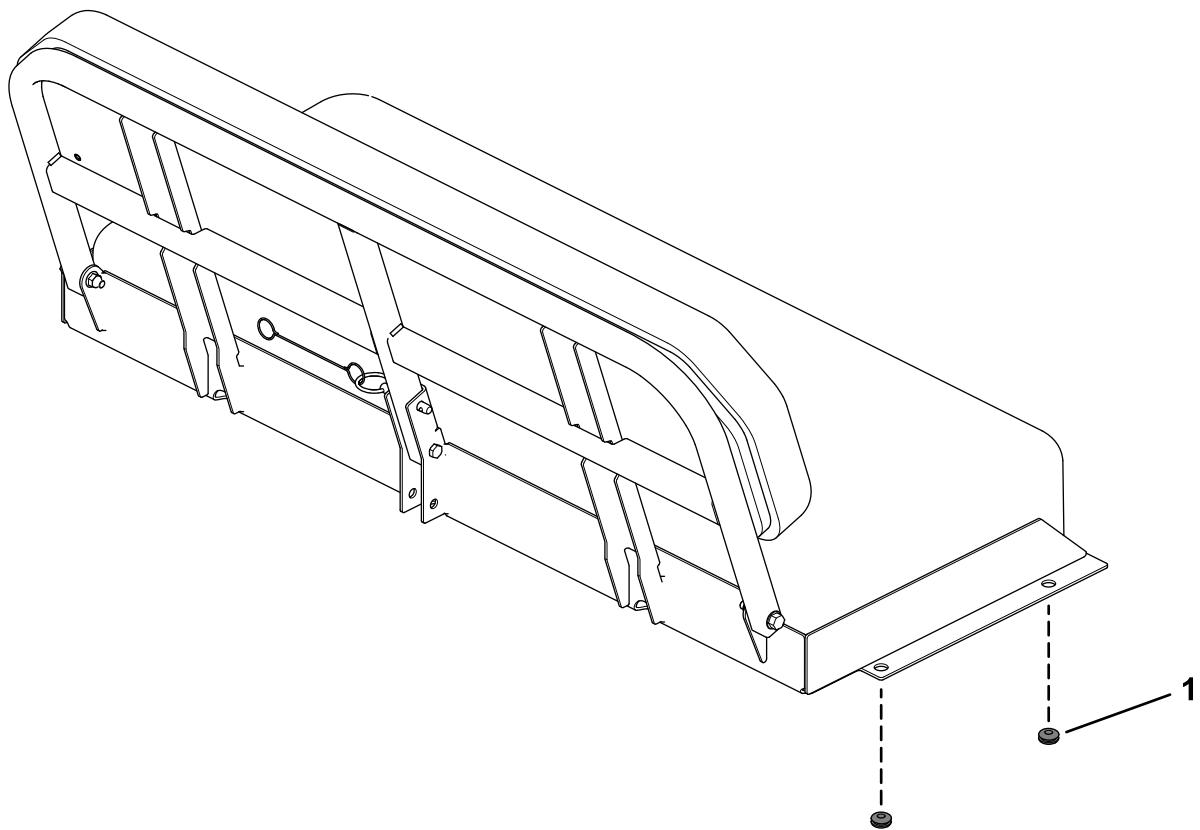

Рисунок 10
9. Вставьте 4 резиновые втулки в кромки основания сиденья, как показано на Рисунок 10.